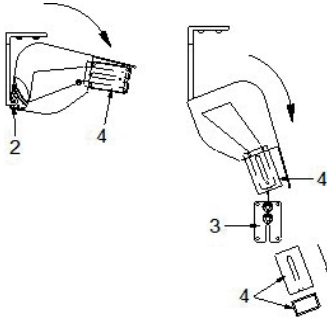

Abb. 14: Montage des Markisenkastens
- » Heben Sie mit einer zweiten Person den Markisenkasten gleichmäßig an und steigen Sie auf die Leitern. Hängen Sie den Markisenkasten gerade in die Montagekonsolen ein (2 – Abb. 14)
- » Lassen Sie die Fallstange (3 – Abb. 14) vorsichtig aus der Transportsicherung (4 – Abb. 14) herausfahren.
- » Nehmen Sie die Transportsicherungen (4 – Abb. 14) ab